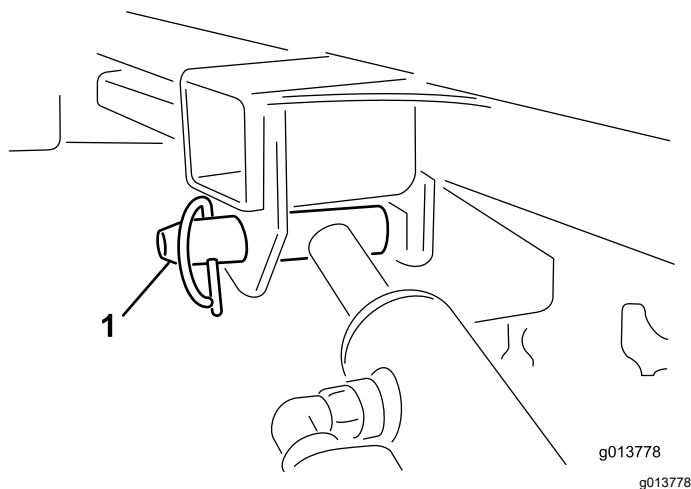

Figura 51
11. Susineți cilindrul de ridicare cu o mână. Cu cealaltă mână, îndepărtați tiftul de blocare al cilindrului de ridicare (Figura 51).